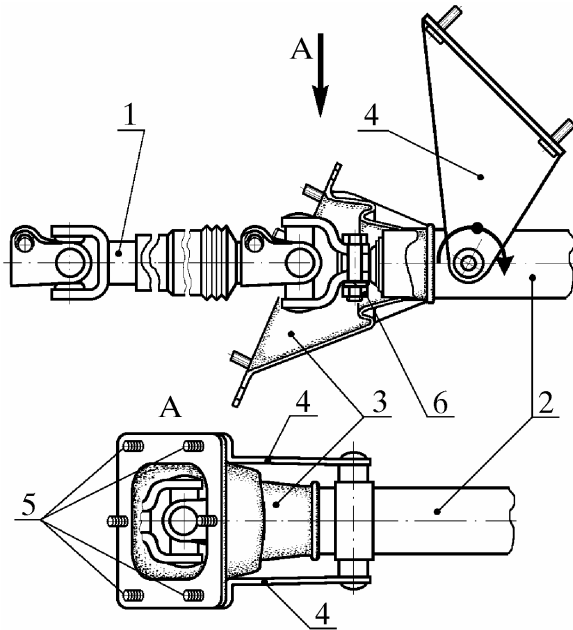

Рис. 11. Снятие карданного вала и уплотнителя колонки рулевого управления:
4.14. Снять карданный вал 1 (рис. 11) с вала колонки 2 рулевого управления.